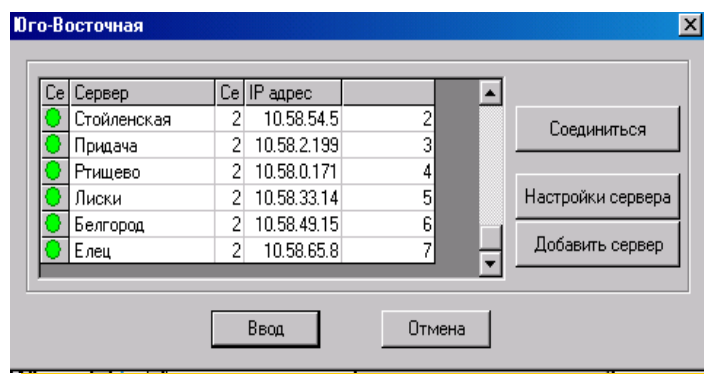

Рисунок 3.2.
3. в появившемся окне (рис.3.2) нажмите кнопку «Добавить сервер»;
7. Одним нажатием левой кнопкой мыши пометьте наименование настраиваемого сервера в появившемся окне (рис.3.2);